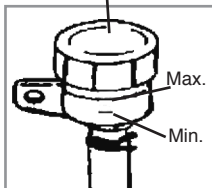

figura 1
**Figura 1:** Appare la spia delle anomalie impianto elettrico (batteria) ed il valore del voltaggio della batteria. Effettuando il controllo a motore spento o a motore avviato si può verificare il funzionamento dell'impianto di ricarica batteria.
Il serbatoio dell'impianto freni principale è posizionato in posizione accessibile dal lato destro della moto (figura 1), quello del freno ausiliario è integrato nel supporto della leva sulla sinistra del manubrio (foto 2). I livelli dei fluidi devono sempre essere ispezionati prima della guida. Il livello del serbatoio esterno per l'impianto principale è corretto se il fluido freni si trova fra le linee min e max, stampigliate direttamente sul corpo del serbatoio stesso.